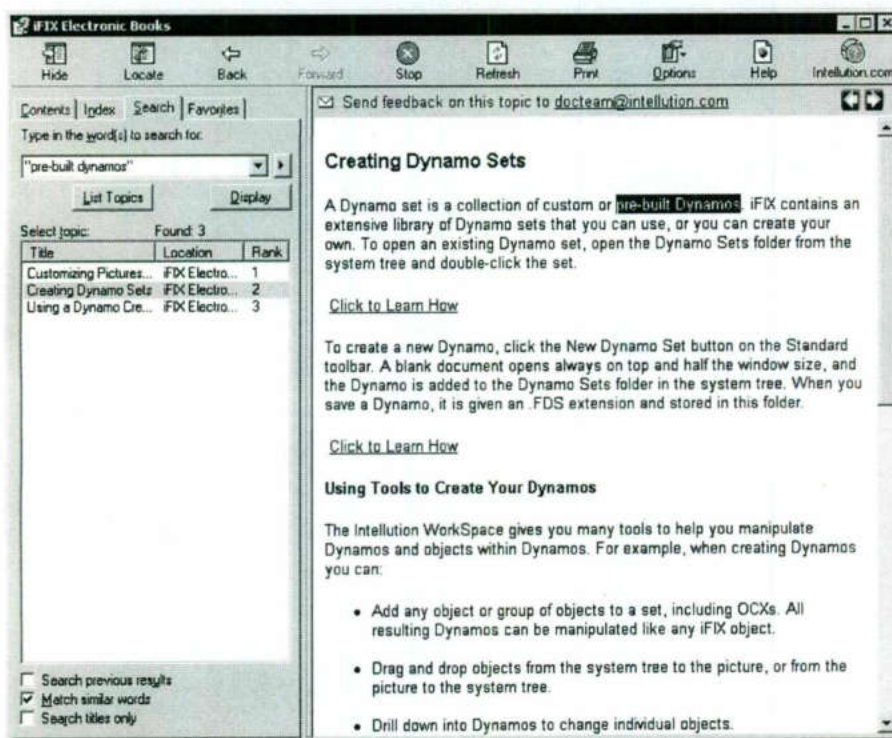

Figura 11-4: Ejemplo de Investigación en el Libro Electrónico
- ◇ vea la Figura 11-4 como ejemplo